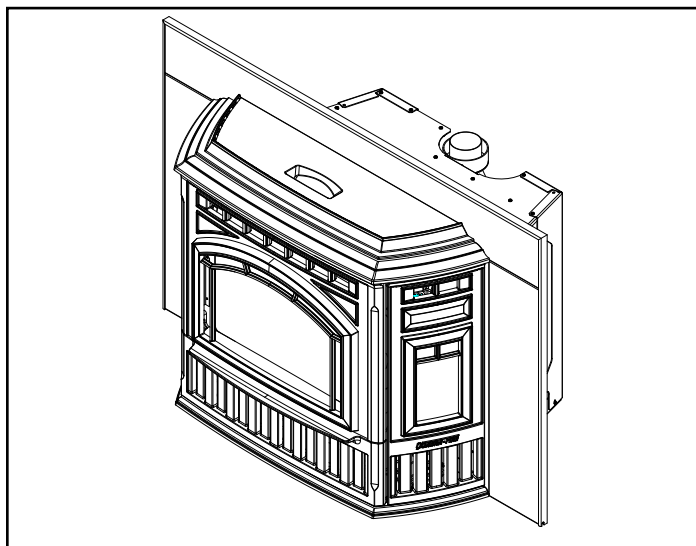

Figure 20.2 - Vue lorsque terminé
9. Faites soigneusement glisser l'enceinte et la garniture au-dessus de l'insert, en alignant les trous de support sur le panneau avec les trous de support sur l'insertion. Fixez avec les vis fournies. (**Figure 20.2**)